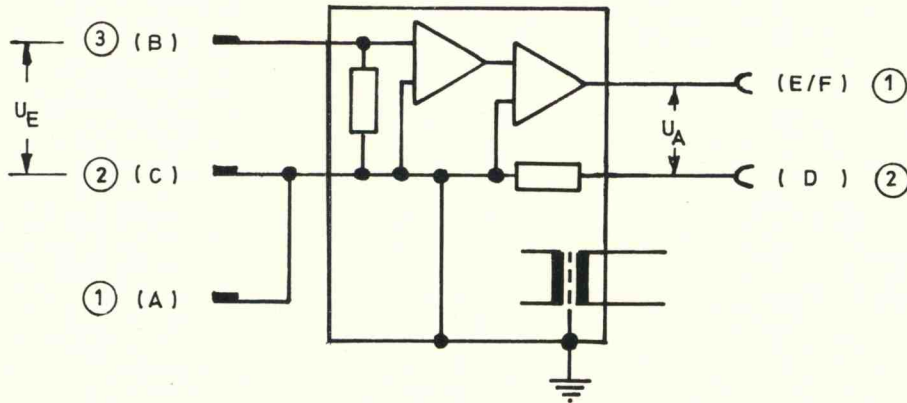

Bild 7
6.1. Asymmetrischer Eingang, einseitig geerdet (angewendet im Meßverstärker M07632-A11, Bild 7)